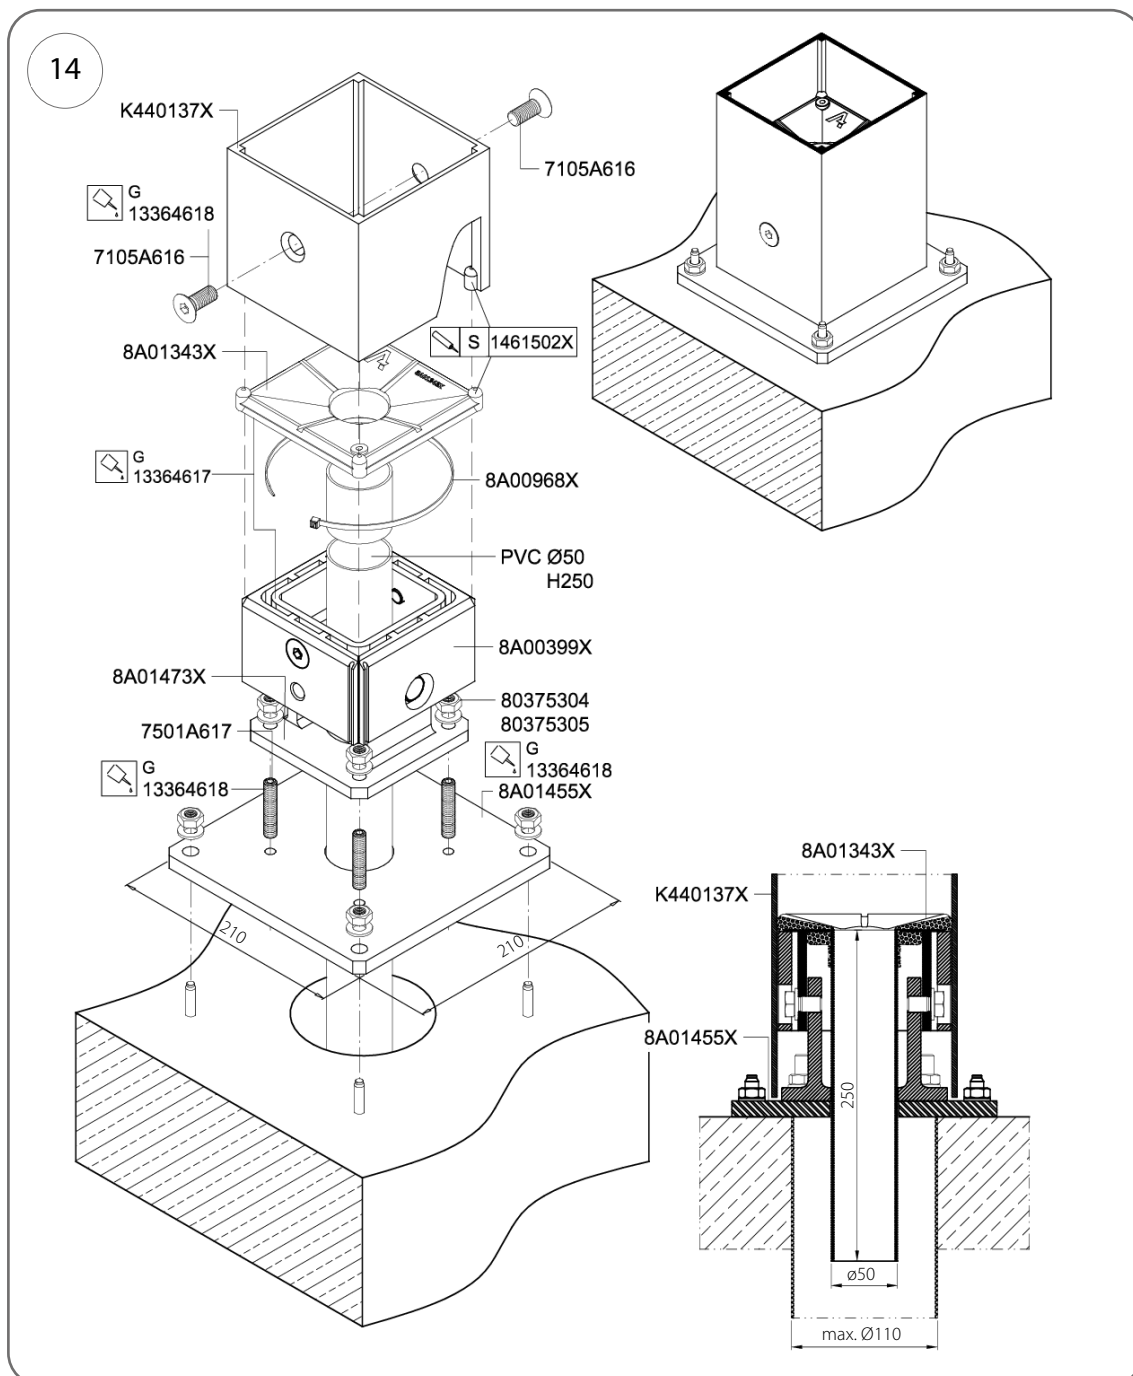

Fig. 14
6. Montare il montante per pergola K440137X sulla staffa e fissarlo alla staffa utilizzando 2 viti a brugola (cod. art. 7105A616, M12x30 mm); applicare del sigillante per filettature (cod. art. 13364618) sulle viti (Fig. 14).